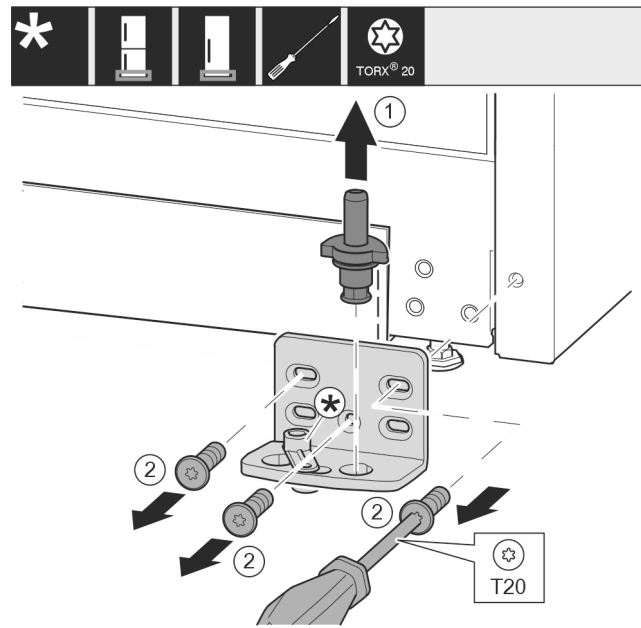

Fig. 16 *
- ▶ Lagerbout Fig. 16 (1) volledig naar boven toe wegtrekken.*
- ▶ Schroeven Fig. 16 (2) met schroevendraaier er uit draaien en het lagerbok wegnemen.*